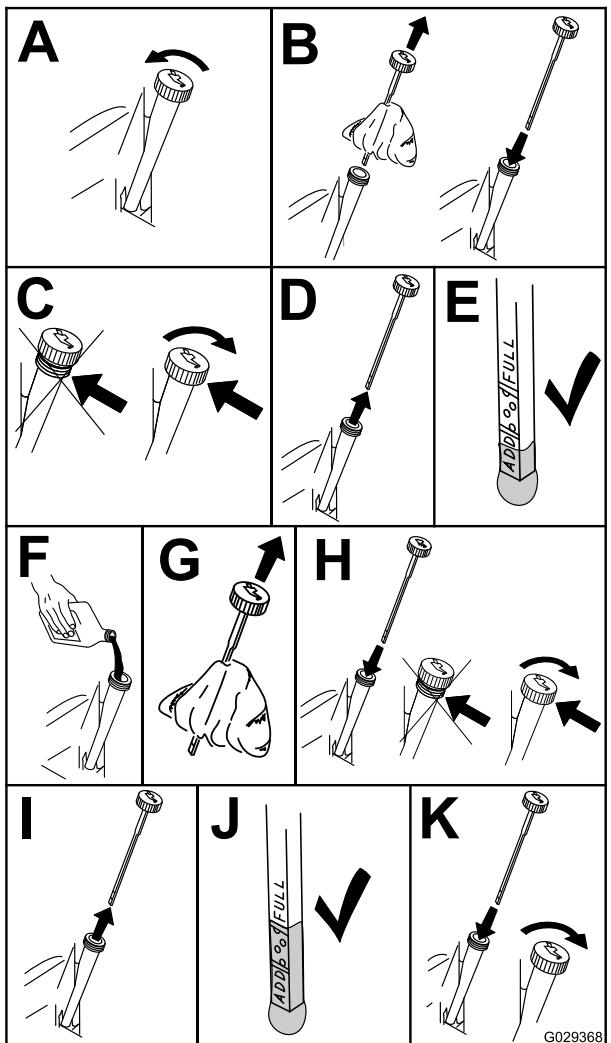

Bild 36
3. Reinigen Sie den Bereich um den Ölfüllstutzendeckel bzw. den Ölpeilstab vor dem Abnehmen, damit kein Schmutz oder Schnittgut usw. in den Motor gelangt (Bild 36).